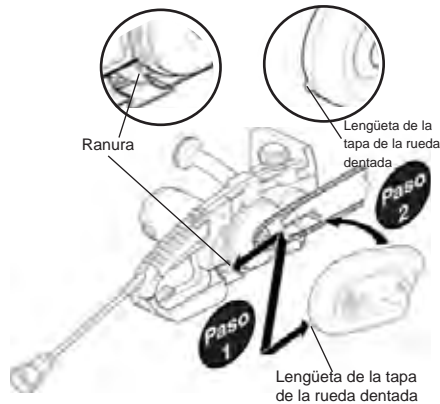

Figure 7- Instalación de la tapa de la rueda dentada
- Insérez la languette du couvercle de pignon dans la rainure du corps de la tronçonneuse (étape 1). Placez ensuite le couvercle de pignon sur le boulon du guide-chaîne (étape 2 - voir la Figure 7). NOTE : Le couvercle de pignon n'est alors pas à effleurement avec le corps de la tronçonneuse.